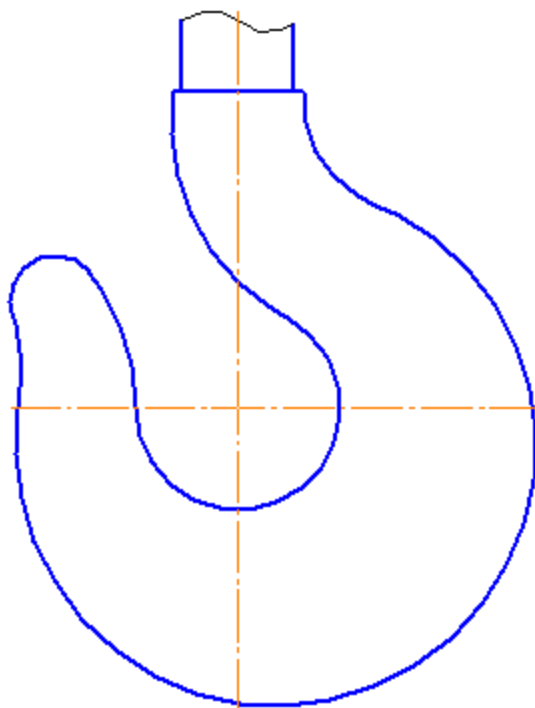

Рис. 3.21. Контур крюка
8. Обрежем все ненужные линии и проставим осевые (рис. 3.21).